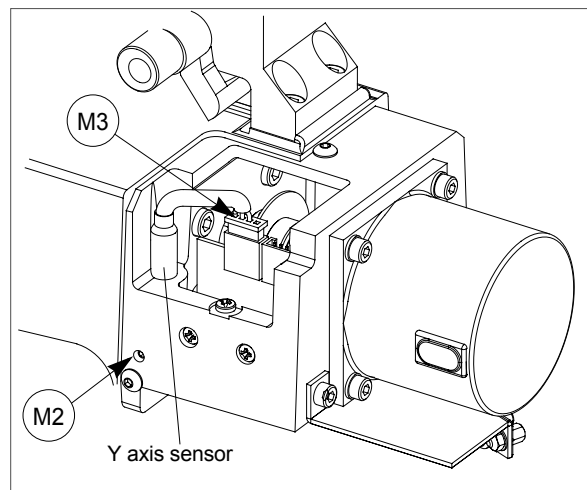

Fig. 59
- 5) disconnect the (M3) sensor's connector (fig. 59).